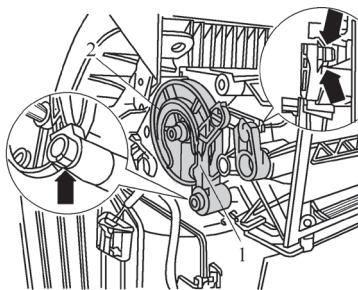

图 5-32 松开锁止卡
- 1) 如图 5-32 所示，将锁止卡（图中箭头）从调节杆 1 上松开。